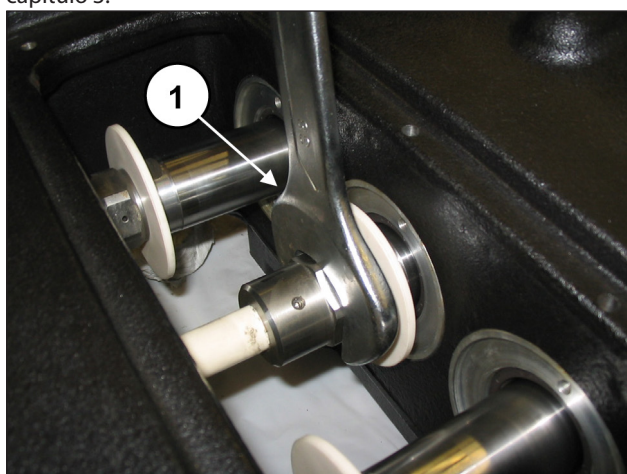

Fig. 101
Enrosacar los tres pistones (pos. ①, Fig. 101) y ajustar con la llave de horquilla dinamométrica como se indica en el capítulo 3.